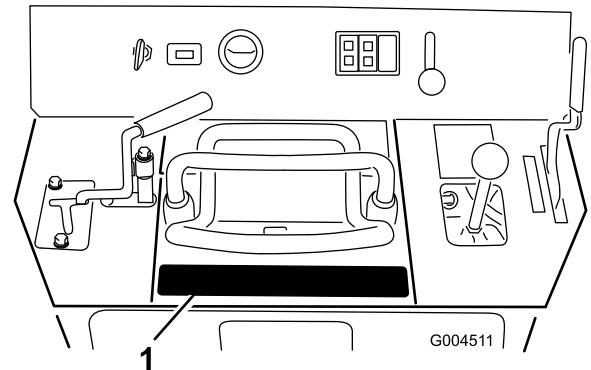

Figura 7
1. Limpie la zona detrás del control de tracción de suciedad y grasa (Figura 7).
2. Retire el soporte de la pegatina e instálela en la posición indicada en la Figura 7.